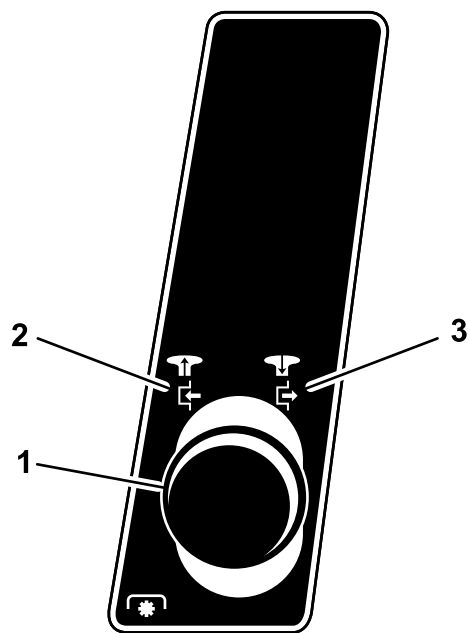

Bild 6
2. Ziehen Sie das ZWA-Handrad heraus in die Ausgekuppelt-Stellung (Bild 6).
2. Drücken Sie das Zapfwellenantriebshandrad (ZWA) rein in die Auskuppeln-Stellung (Bild 6).